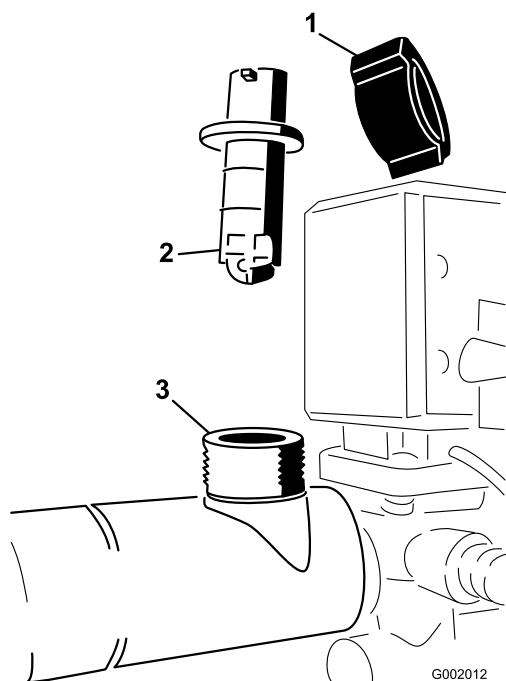

Figure 68
2. Retirez le capuchon de retenue du corps du débitmètre (Figure 68).